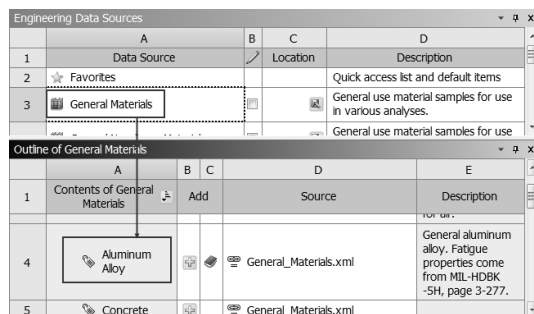

图 5-121 添加材料
Step5: 在 Engineering Data Sources 表中选择 A3 栏 General Materials 选项, 然后单击 Outline of General Materials 表中 A4 栏 Aluminum Alloy (铝合金) 后的 B4 栏的 (添加) 按钮, 此时在 C4 栏中会显示 (使用中的) 标识, 如图 5-121 所示, 标识材料添加成功。